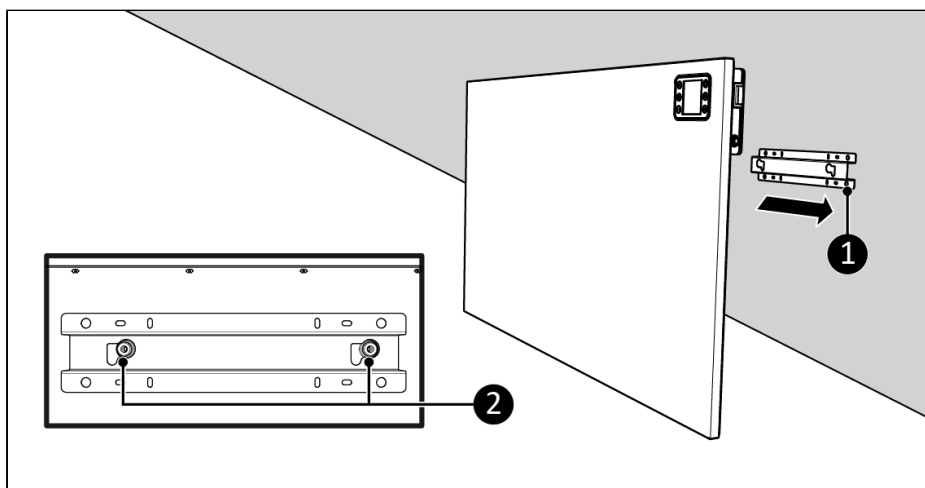

Figure 67.
9. Placez la support de l'appareil (Figure 67, pos. 2) sur le support mural (Figure 67, pos. 1).